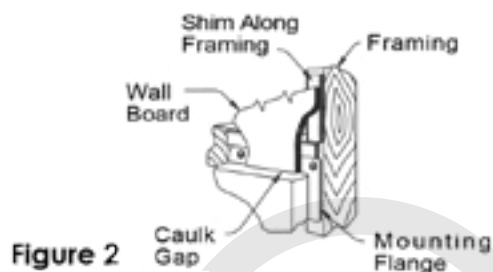

Figure 2
8. Finissez les plaques de plâtre comme détaillé à la Figure 2.